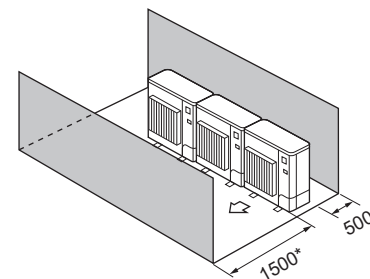

Fig. 2-16
- (4) Hindringer kun foran og bak (Fig. 2-16)